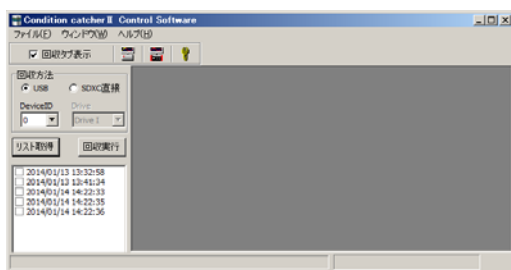

図 41. 計測データの一覧表示画面
- ④『リスト取得』ボタンをクリックします。計測データのファイル※1が存在する場合、図 41 のように記録されているデータの計測開始日時が回収リストに表示されます。回収したいデータにチェックを入れ、回収実行ボタンをクリックしてください。